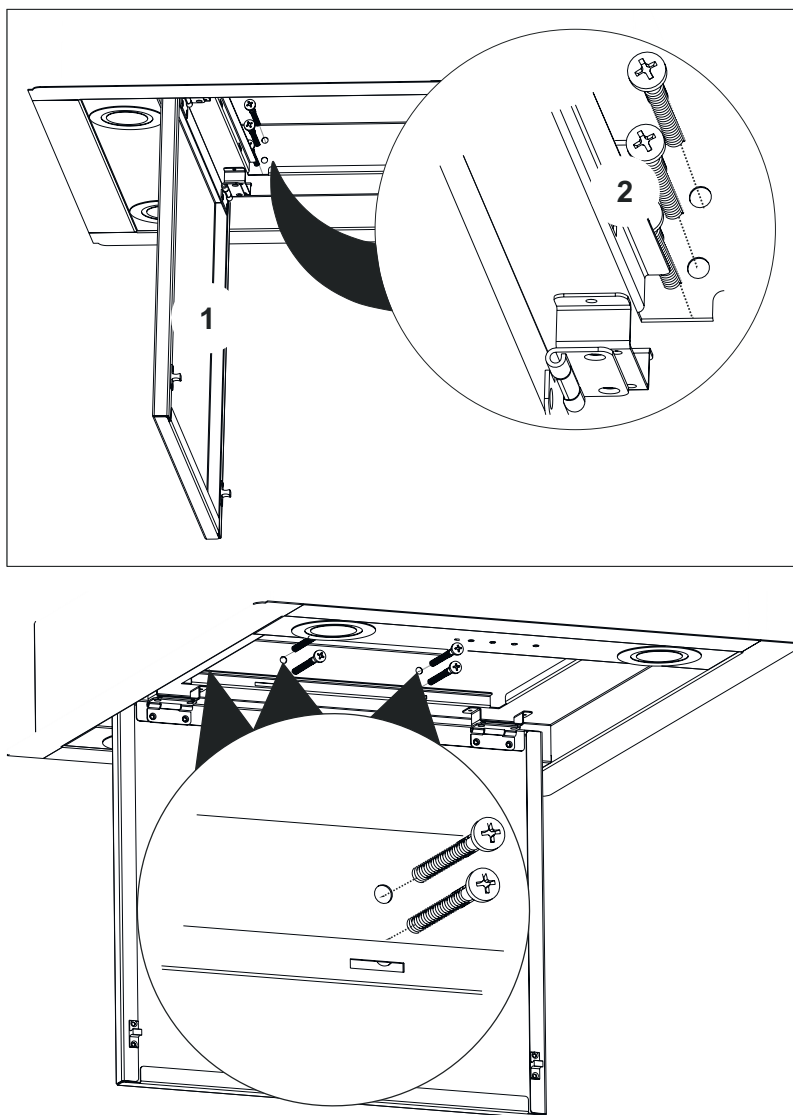

Fig. 11: Monteringsmetode 2
**5.** → Skru produktet fast vha. 5,5 x 60 skruer. Brug hullerne i siden indvendigt i produktet(Fig. 11).